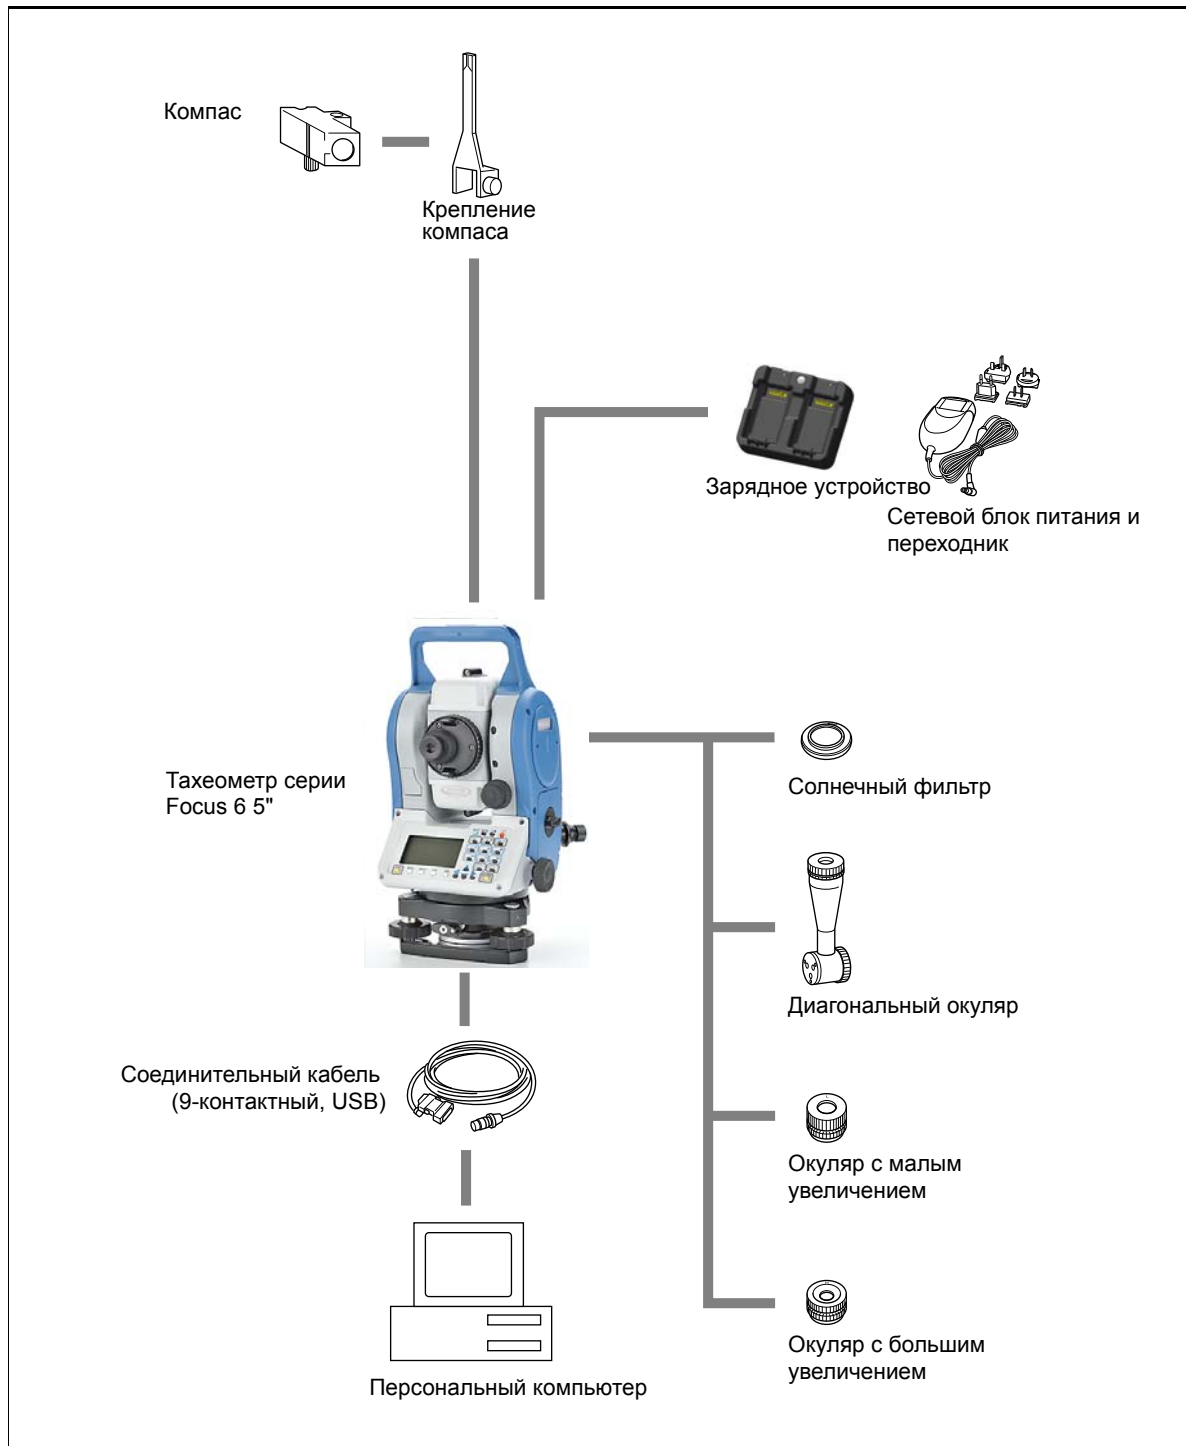

Рисунок 8.1 Компоненты измерительной системы
**ПРЕДОСТЕРЕЖЕНИЕ** – Соединения, не показанные на Figure 8.1 на стр. 162 являются опасными для соединяемых приборов, используйте их на свой собственный риск.